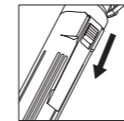

fig.1
- Schalten Sie das Gerät ein (oder aus), indem Sie es gemäß Abbildung 1 nach unten (oder oben) drücken.